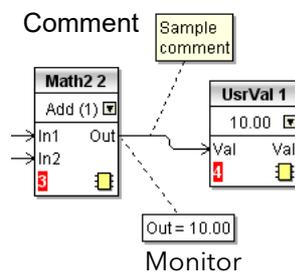

Figure 133 Commentaire et aspect du moniteur
Les commentaires peuvent être reliés aux blocs fonctions et aux connexions en cliquant sur l'icône représentant une chaîne dans le coin inférieur droit de la boîte de commentaire puis en cliquant de nouveau sur le bloc ou connexion voulus. Une ligne en pointillé est tracée jusqu'en haut du bloc ou jusqu'au segment de connexion sélectionné (Figure 133).
**Remarque :** Une fois le commentaire relié, l'icône représentant une chaîne disparaît. Elle réapparaît lorsque le curseur de la souris survole le coin inférieur droit de la boîte du commentaire, voir Figure 133.